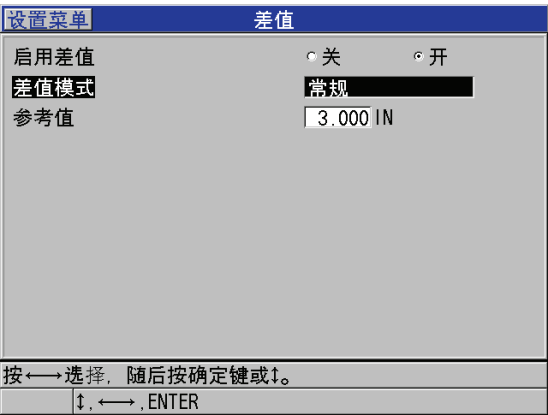

图 8-2 差值屏幕
3. 在**差值**屏幕上（参见第 95 页的图 8-2）：